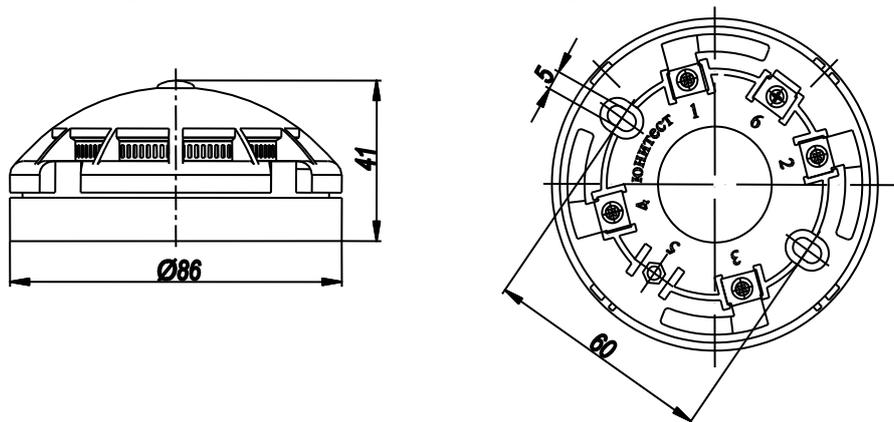
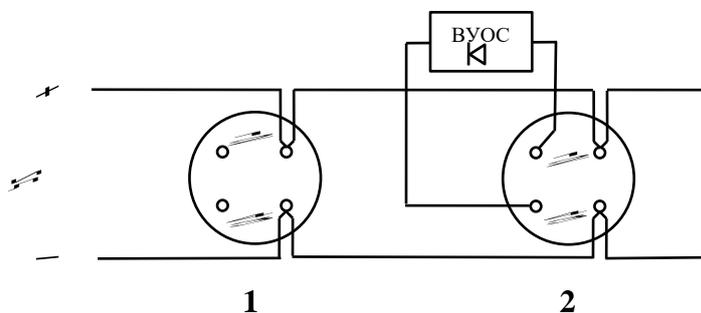

Рис.1. Габаритные и установочные размеры извещателя.
Рис.2. Схема включения извещателя Юнифаер ИД, ИП212-322-I (поз.1) и Юнифаер ИД, ИП212-322-III (поз.2) в адресную линию ППКПиУ.
2.1.2. Установить базы извещателей согласно проекту. Габаритные и установочные размеры извещателя показаны на рис.1, схемы подключения – на рис.2 и 3.